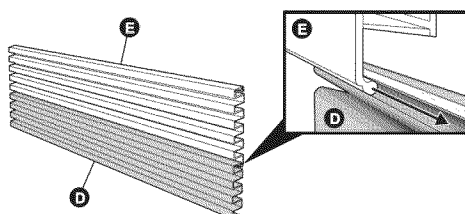

Figure 2
- Faites glisser la grille supérieure (E) dans la grille inférieure (D). Assurez-vous que les extrémités sont alignées, puis utilisez du ruban adhésif pour fixer les grilles entre elles pour éviter qu'elles ne glissent. Reportez-vous à la figure 2.